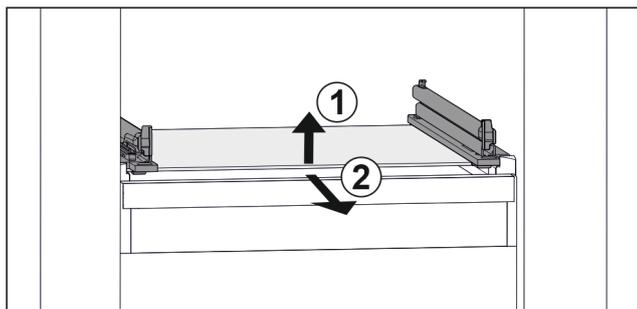

Fig. 50 Rappresentazione esemplificativa del ripiano in vetro
- ▶ Sollevare il ripiano in vetro dal davanti. Fig. 50 (1)
- ▶ Rimuovere il ripiano in vetro tirando in avanti. Fig. 50 (2)